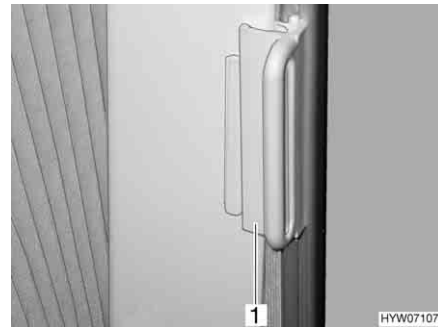

Fig. 37 Dispositivo de bloqueio para o estore opaco plissado
- Desloque o manípulo (Fig. 37,1) para cima do assento. O estore opaco plissado está preso.